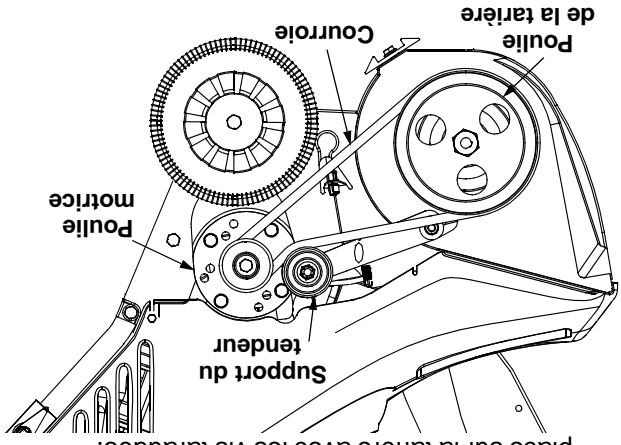

Figure 9
- Appuyez sur le tendeur et dégagez la courroie de la poulie de la tarière. Voir la Figure 9.